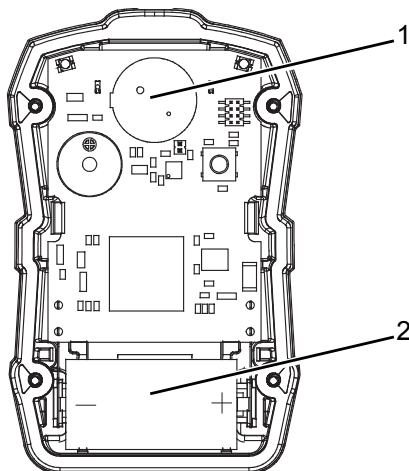

Рис. 14 Замена батареи и датчика
- (1) Убедитесь в том, что прибор выключен.
- (2) Для доступа к датчику (в верхней части прибора, возле сигнальных светодиодов → рис. 14) отвинтите четыре винта и снимите переднюю крышку.
- (3) Аккуратно извлеките и должным образом утилизируйте датчик.